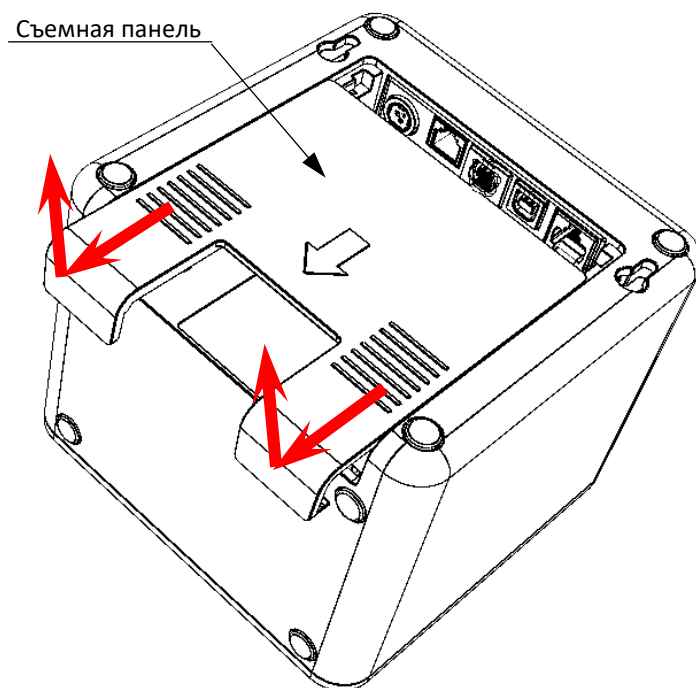

Рисунок 4. Отделение съемной панели от корпуса ККТ (направление приложения усилий)
9. При необходимости установить съемную панель на дно корпуса ККТ (см. рисунок 4).
14. При необходимости установить съемную панель (см. рисунок 4).